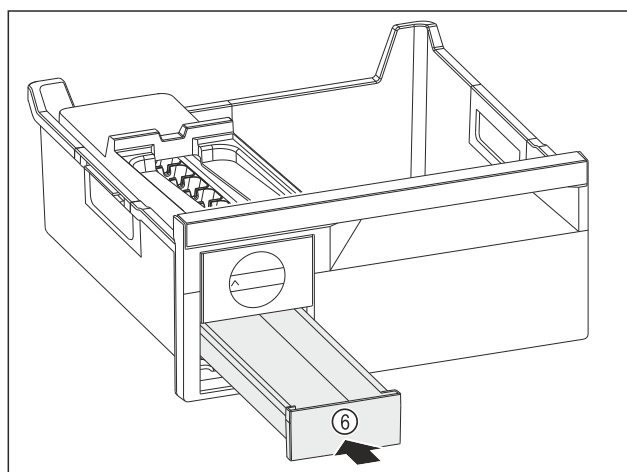

Fig. 101
- ▶ Insérer le compartiment à glaçons Fig. 101 (6).